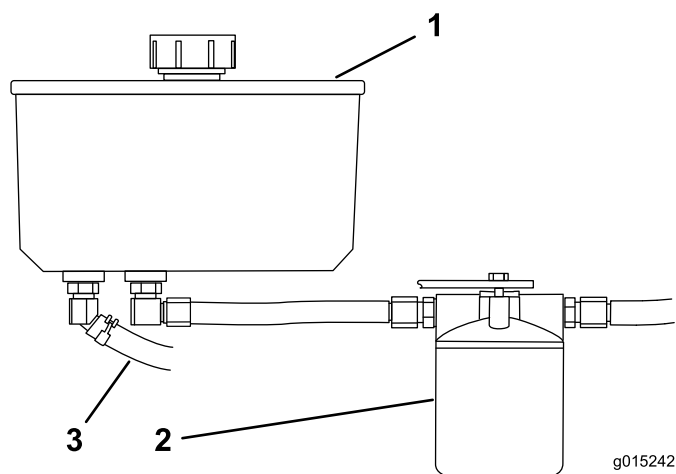

Figura 74
4. Localice la manguera hidráulica delantera, debajo del depósito de aceite, y coloque un recipiente debajo del depósito (Figura 74).